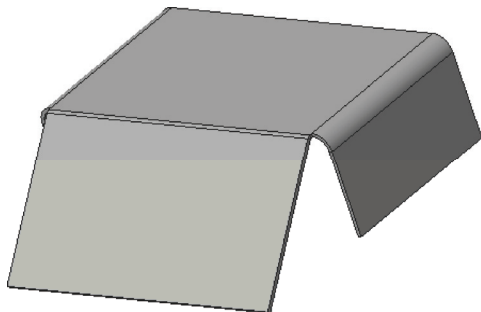

图 13-16 创建平整壁
STEP 08 单击“完成”按钮, 即可创建平整壁，效果如图 13-16 所示。